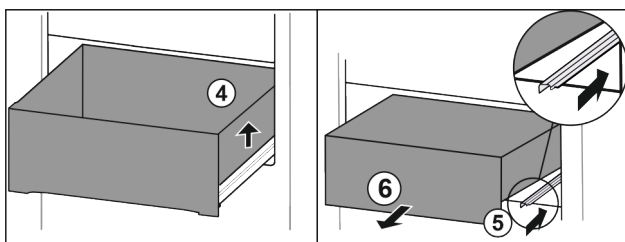

Fig. 90
- ▶ Unieść szufladę po prawej. Fig. 90 (4)
- ▶ Wsunąć prawą szynę. Fig. 90 (5)
- ▶ Wyjąć szufladę do przodu. Fig. 90 (6)